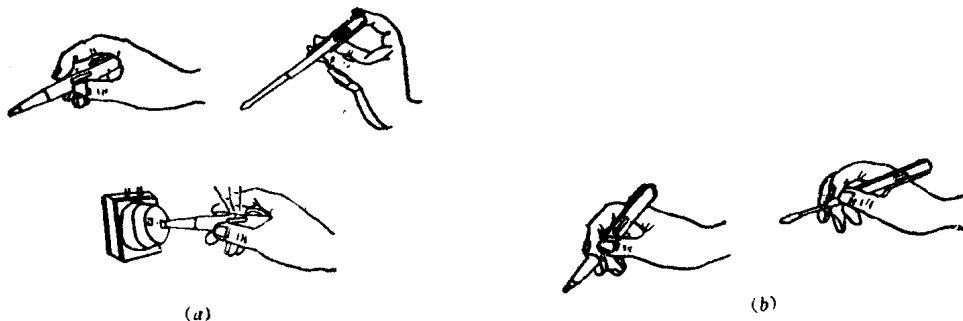

图 1-1 试电笔的握法
(1) 测试时，手的握法必须正确，拇指和中指握住试电笔的塑料凿梗或笔杆，食指按在金属笔夹或铜铆钉上，用凿头或笔尖去接触被测试的线路或电气器具，见图 1-1。如氖气管发光，则说明有电。必须注意，测试时一定要用手指按在铜笔夹或铜铆钉上，否则，如握法错误，即使线路或电气器具上有电，氖气管也不会发光，从而造成没有电的错觉，容易发生触电危险。使用时切不可忽视这一点。
(2) 测试时切忌将笔尖或凿头同时搭在两根线上，以防造成短路。当试电笔已接触到线路或电气器具时，不可再用手触摸笔尖或凿头，以免发生危险。